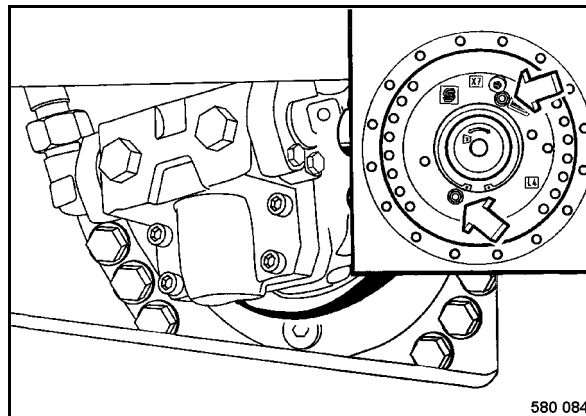

Fig. 65
- Enroscar ambos tornillos (Fig. 65) del suelta-frenos rodillo uniformemente en el sentido de las agujas del reloj hasta el rodillo gira libremente.
- Enroscar ambos tornillos del sueltafrenos rodillo (Fig. 65) hasta el tope en sentido contrario de las agujas del reloj.